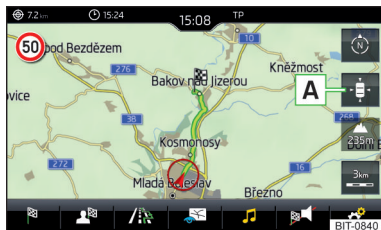

Fig. 236
- ▶ Pentru **centrarea hărții**, atingeți suprafața de comandă funcții **A** » fig. 236.